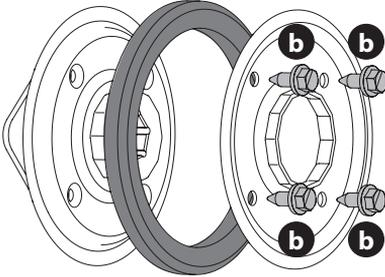

Figure 89
- Retirez les quatre boulons (a) qui fixent les plaques latérales de la roue de friction. Voir Figure 89.